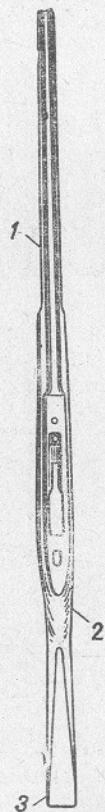

Рис. 24. Ложа:
24. Ложа (рис. 24) служит для соединения частей и для удобства действия